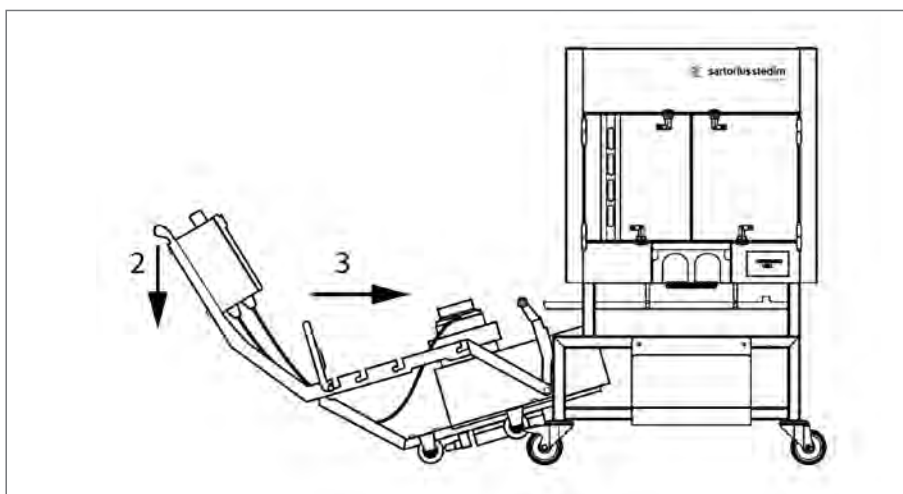

Fig. 62
4. Presione con cuidado la unidad motriz hacia abajo (ver Fig. 62 | 2) y eleve las ruedas delanteras del suelo. Alinee los rodamientos guía de la unidad motriz LevMixer® con los rieles guía del Palletank® for LevMixer® (ver Fig. 62 | 3).